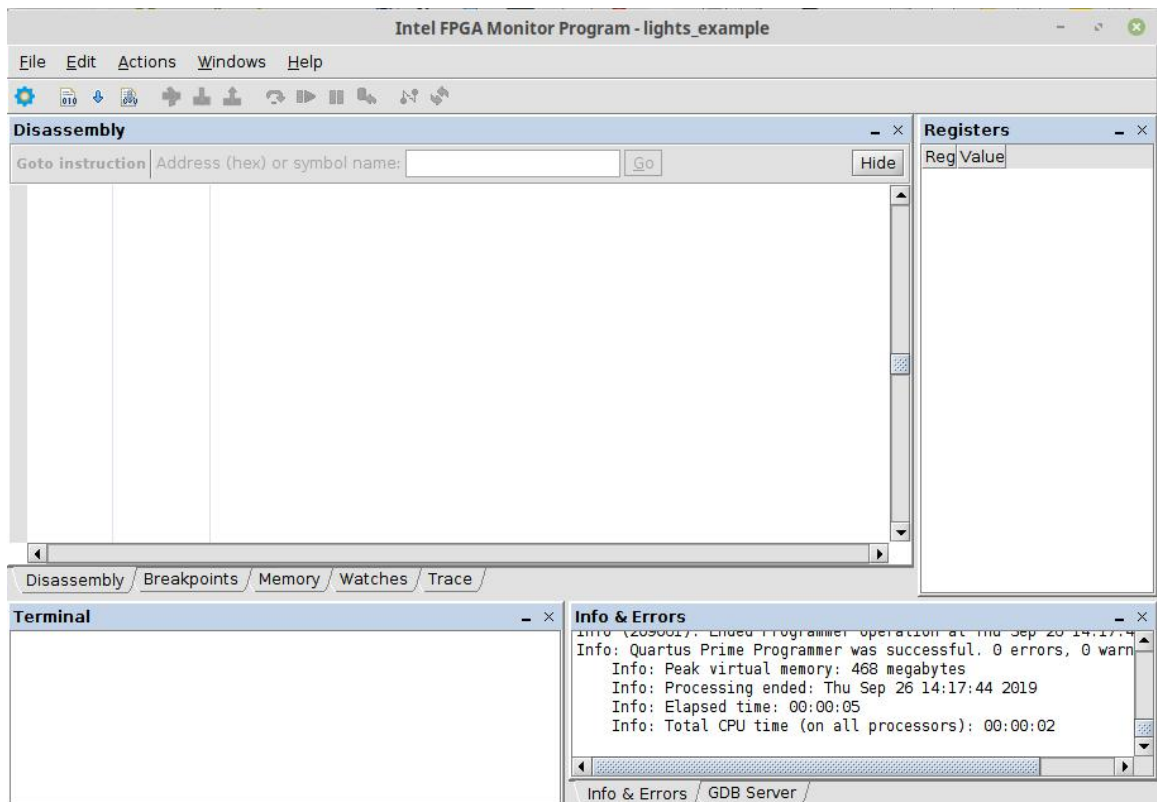

Рис. 24. Вікно Intel FPGA Monitor Program
29. Після сповіщення про успішне завантаження, у вікні *Intel FPGA Monitor Program — lights_example* (рис. 24) оберіть меню *Actions → Compile & Load*.